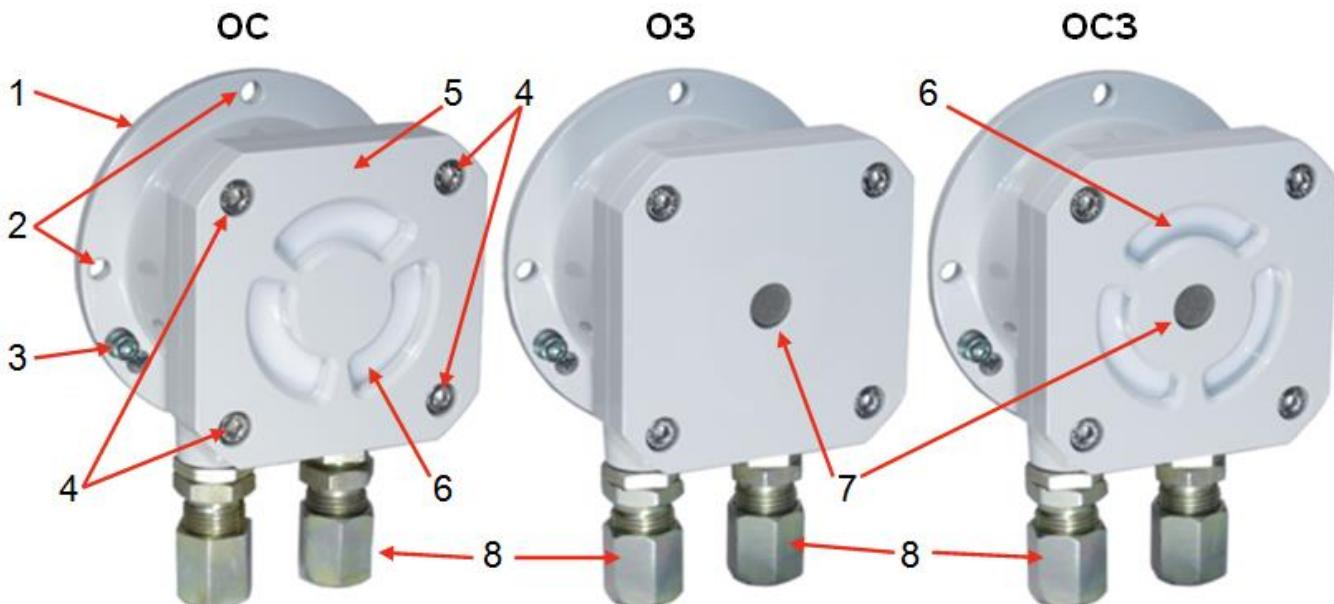

Рисунок 4 – Внешний вид оповещателя
Оповещатель состоит из корпуса (1) и крышки (5) рис. 4. В крышку оповещателя встроена электронная плата, световой излучатель и звуковой излучатель (пьезоэлемент) – соответственно для светового, звукового и комбинированного оповещателя. Крышка с платой и элементами оповещения является неразборной. Электронная плата соединяется проводным шлейфом питания с платой коммутации, расположенной в корпусе оповещателя.